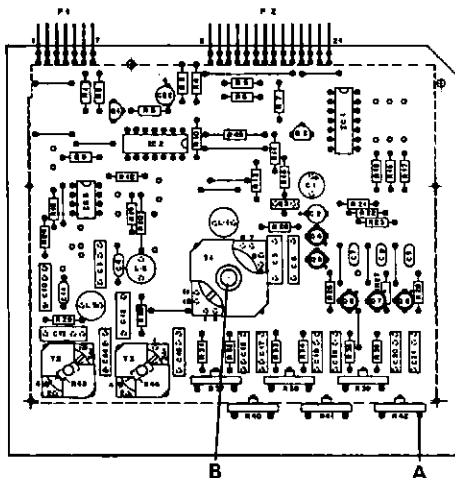

Fig. 5.6
- Digitalzähler an Punkt A (Fig. 5.6) anschliessen.
- Die Frequenz muss 105 kHz \pm 1 kHz betragen. Falls die Abweichung grösser ist, kann dies mit dem Spulenkern von T1 (Fig.5.6, Punkt B) korrigiert werden.
- Connect digital counter to point A (Fig. 5.6).
- The frequency must measure 105 kHz \pm 1 kHz. If the deviation is larger, this can be corrected with the trimmer slug of T1 (Fig. 5.6, point B).
- Raccordez le fréquencemètre digital au point A (fig. 5.6).
- La fréquence doit être de 105 kHz \pm 1 kHz. Si l'écart est plus grand, il peut être corrigé en agissant sur le noyau de T1 (fig.5.6 point B).